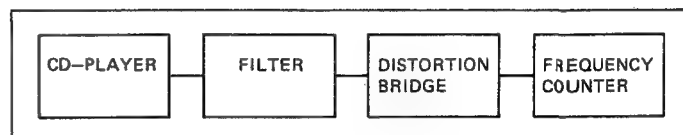

Fig. 4.20
→ fig. 4.20
- Montage selon fig. 4.20 avec filtre de mesure de distorsions à la sortie VARIABLE OUTPUT [2].
- Raccorder l'oscilloscope à une sortie et évaluer optiquement les signaux rectangulaires à 100 Hz, 400 Hz, 1002 Hz et 5512 Hz. La courbe doit être symétrique (fig. 4.20).